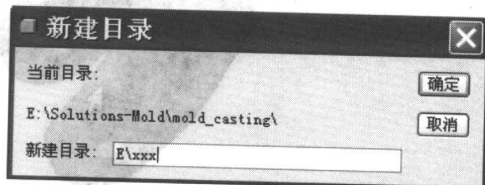

图 1.16 “新建目录”对话框
- (2) 在“备份”对话框中，选择文件备份路径。可单击“新建目录”按钮，通过弹出如图 1.16 所示的“新建目录”对话框，新建一个备份目录，例如：“E\xxx”，表示文件备份的路径为 E\xxx。